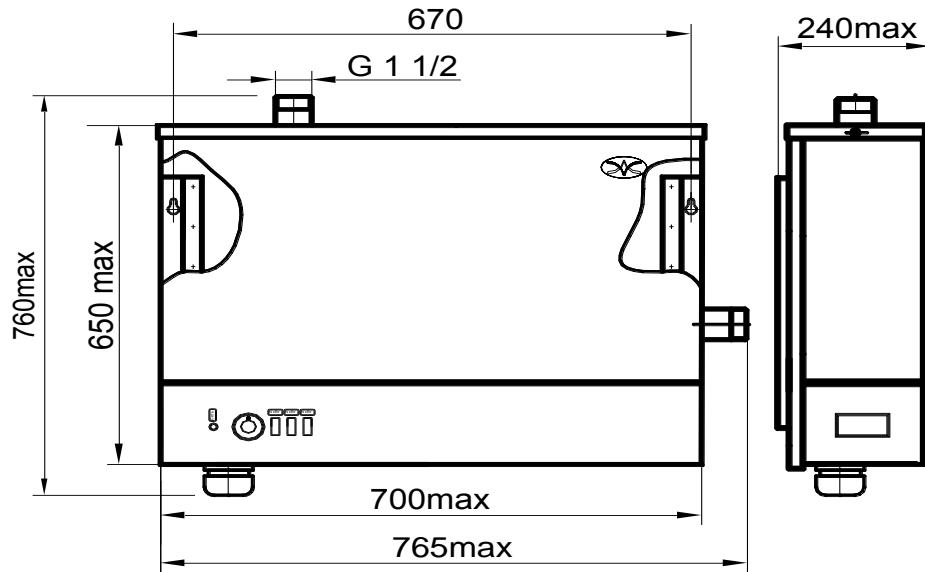

Рис.1 Водонагреватель ЭВПМ-72. Габаритный чертеж.
- 4.1. Водонагреватель рис. 1 представляет собой корпус из трех труб соединенных патрубками, внутри которых расположены блоки трубчатых электронагревательных элементов (ТЭНБ). Корпус водонагревателя имеет два патрубка: нижний – для подвода холодной воды, верхний – для отвода нагретой воды. Корпус водонагревателя закрыт металлическим кожухом.